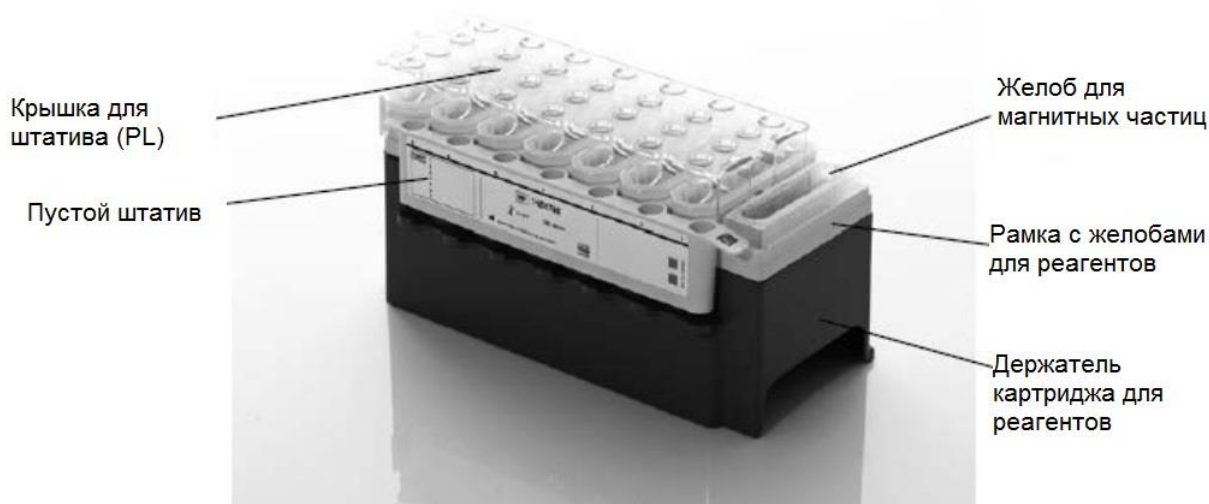

Рисунок 2. QIAasympphony картридж с реагентами (RC). Картридж с реагентами (RC) содержит все реагенты, необходимые для выполнения протокола.
Реагенты для очистки ДНК содержатся в картридже для реактивов (RC) (рис. 2). Каждая лунка картриджа с реагентами (RC) содержит определенный реагент, такой как магнитные частицы, связывающий буфер, промывочный буфер или элюирующий буфер. Частично использованные картриджи с реагентами (RC) можно использовать повторно, что позволяет избежать образования отходов из-за остатков реагентов в конце процедуры очистки.